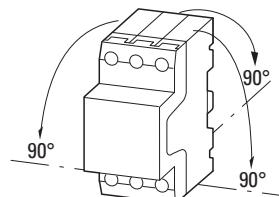

Abbildung 7: Zugelassene Einbaulagen für Motorschutzschalter PKZM0.../XTPR...BC1NL und PKZM0...-T/XTPT...BC1NL
- ▶ Montieren Sie den Motorschutzschalter nur wie in → Abbildung 7 dargestellt.